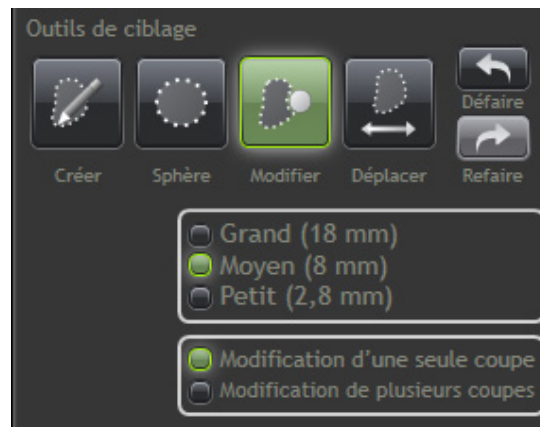

Figure 3-16 : L'outil « Modifier ».
Si l'on souhaite ajuster la cible, cliquer sur l'outil **Modifier** dans le volet « Outils de ciblage » (Figure 3-16), puis déplacer le pointeur de la souris sur la cible qui vient d'être définie.
9. Choisir un diamètre de petite, moyenne ou grande taille pour ajuster la cible. Le diamètre moyen est sélectionné par défaut (Figure 3-16).
11. Pour supprimer des parties de la cible, placer le pointeur de la souris juste à l'extérieur de la zone de la cible ; un cercle rouge apparaît. Cliquer sur le bouton de la souris et le maintenir enfoncé, en utilisant le pointeur pour guider le cercle. Faire glisser lentement le cercle rouge le long du bord de la cible (Figure 3-16).